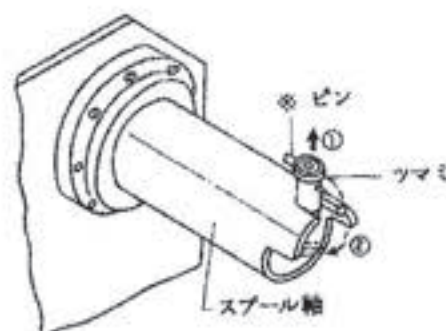

図 7.1 ワイヤ着脱要領
- ③ ワイヤリールをスプール軸に取り付ける
⇒ 図 7.1 のツマミを③の矢印と逆方向に倒し、※印のピンをリールの穴に挿入します。ワイヤリールを取りはずすときには、ツマミを①方向に引き、そのまま③方向に倒してください。